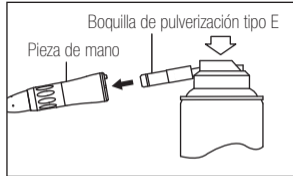

Fig. 6
- 3) Inserte la boquilla del pulverizador en la parte trasera de la pieza de mano. Sostenga la pieza de mano y el pulverizador durante 2-3 segundos. Aplique lubricante hasta que sobresalga del cabezal de la pieza de mano al menos dos segundos. (Fig.6)